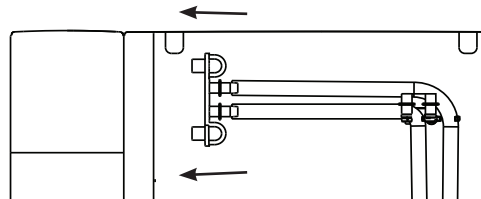

Figure 5
9. Débranchez le haut des tuyaux de vidange à l'arrière de l'appareil. Voir la figure 5.